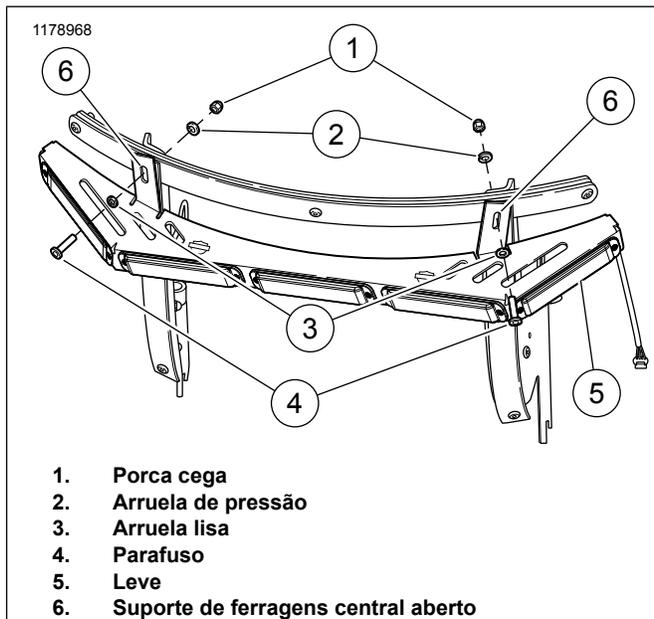

Figura 3. Fixação de ferragens (blindagem removida para maior clareza)
4. Veja a figura 3. Alinhe a luz (5) com as aberturas centrais do suporte das ferragens (6).
5. Instale o **novo** parafuso (4) e a **nova** arruela lisa (3) no lado dianteiro das aberturas do suporte de ferragens central do para-brisa.
6. Instale a **nova** arruela de pressão (2) e a **nova** porca cega (1). Aperte.